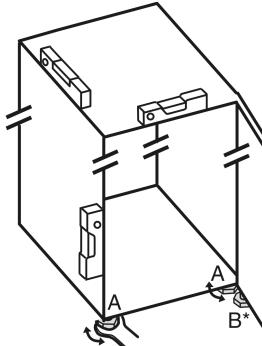

Fig. 5
- ▶ Ξεβιδώστε τα ρυθμιζόμενα πόδια Fig. 5 (A) με το γερμανικό κλειδί που υπάρχει στη συσκευασία και με τη βοήθεια ενός αλφαδιού μέχρι η συσκευή να είναι καλά και οριζόντια ευθυγραμμισμένη.
- Ξεβιδώστε το ρυθμιζόμενο πόδι Fig. 5 (B) στο στήριγμα με το γερμανικό κλειδί που υπάρχει στη συσκευασία, μέχρι να ακουμπήσει στο δάπεδο.
- Περιστρέψτε το ρυθμιζόμενο πόδι Fig. 5 (B) άλλες 90°.